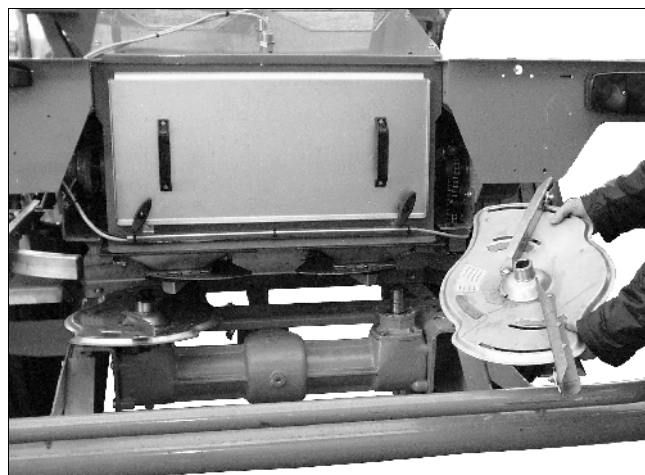

Рис. 49
- Открутите шестигранный болт М10 (Рис. 49/1).
- Закрепите распределяющий диск. Установите распределяющие диски на приводные валы двухдискового распределяющего аппарата и прикрутите болтами М10 (Рис. 49/1), затянув барашковую гайку.